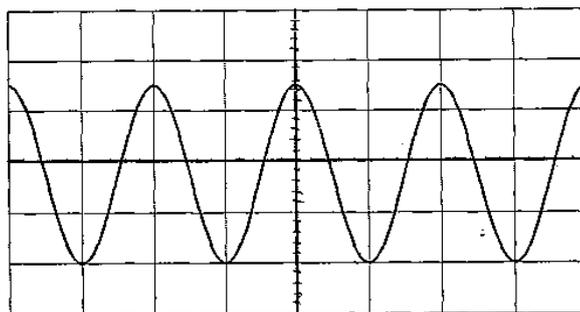

Рис.1
- Совместить синусоиду с разметкой экрана, как показано на рис. 1.
**Пример:** Смотрим на рис.1. Предположим, что ручка вертикальной развертки «Вольт/деление» установлена на 0,5 В, тогда размах напряжения будет равен